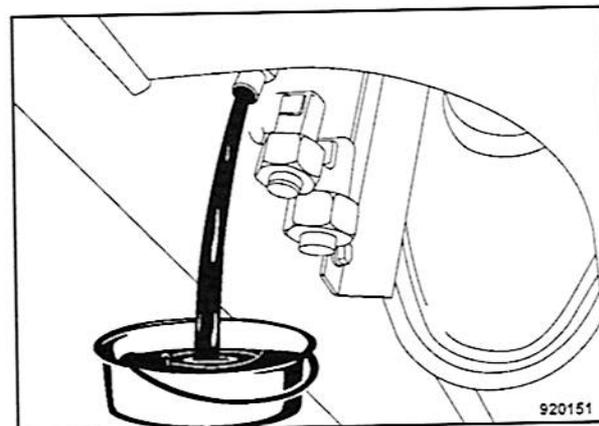

Fig. 175
- Desenroscar el tapón de cierre (Fig. 175) y descargar el aceite hidráulico por completo.